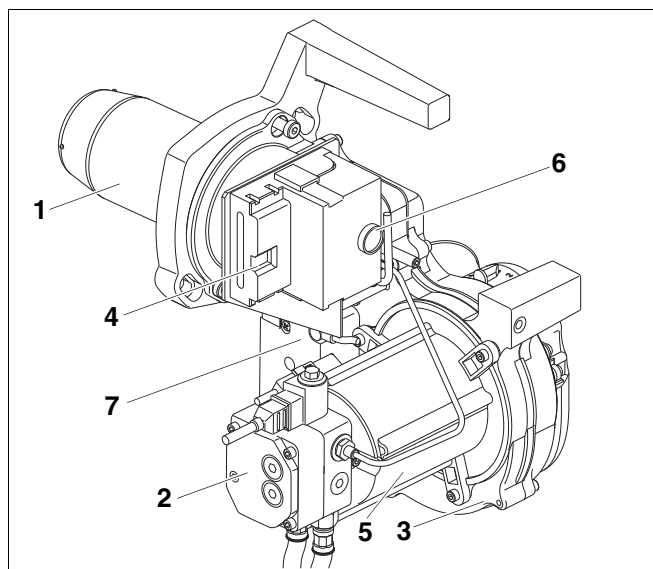

Рис. 1 Горелка Logatop SE
- труба горелки (Рис. 1, **поз. 1**)
- топливный насос с электромагнитным клапаном и шлангами для дизтоплива (Рис. 1, **поз. 2**)
- корпус горелки (Рис. 1, **поз. 3**)
- разъем горелки для подключения 7-контактного штекера (Рис. 1, **поз. 4**)
- мотор горелки (Рис. 1, **поз. 5**)
- автомат горения дизельного топлива с кнопкой подавления помех (Рис. 1, **поз. 6**)
- устройство розжига (Рис. 1, **поз. 7**)
Горелка (Рис. 1) имеет штекерное соединение с системой управления (7-контактный штекер).